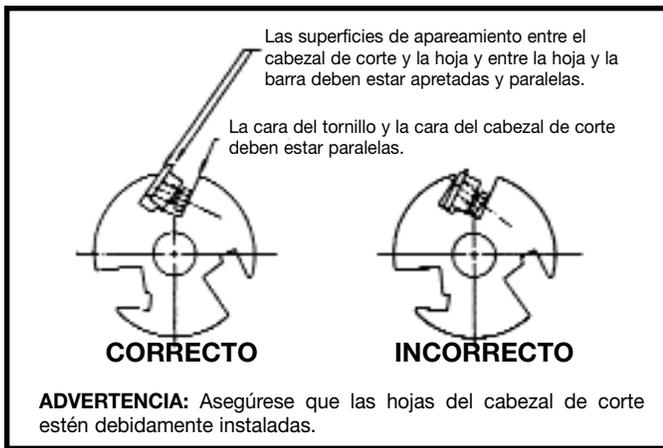

Fig. 59
**AVISO: LAS CUCHILLAS DEBEN INSTALARSE CORRECTAMENTE, COMO LO ILUSTRA LA FIG. 59.**